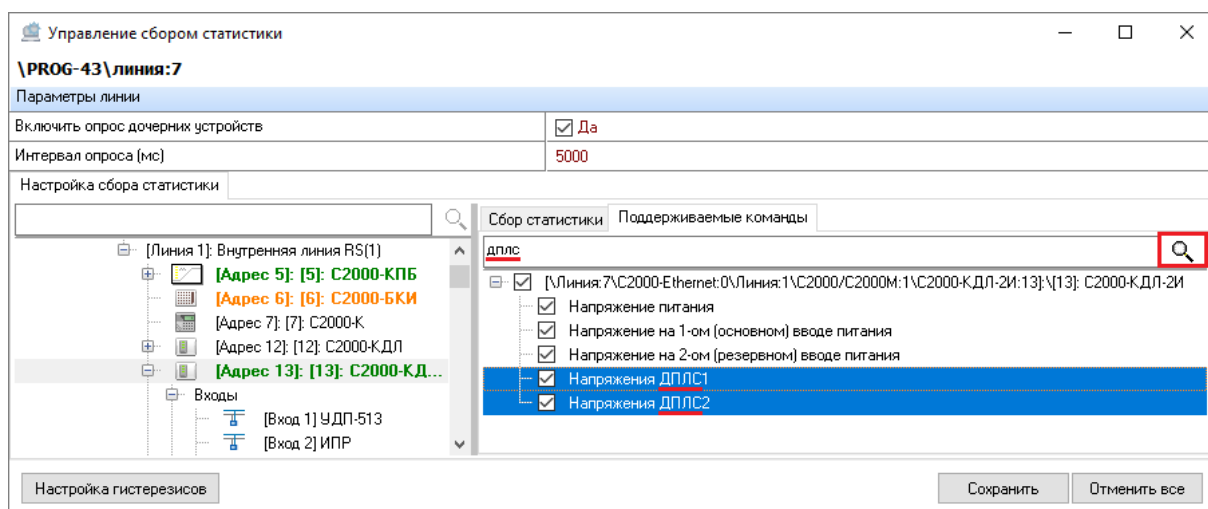

Рисунок 6-234 Результаты поиска в списке параметров для опроса
- если в списке параметров для опроса есть параметры, наименование которых содержит введенное сочетание символов, то они будут выделены в списке параметров для опроса (см. Рисунок 6-234);